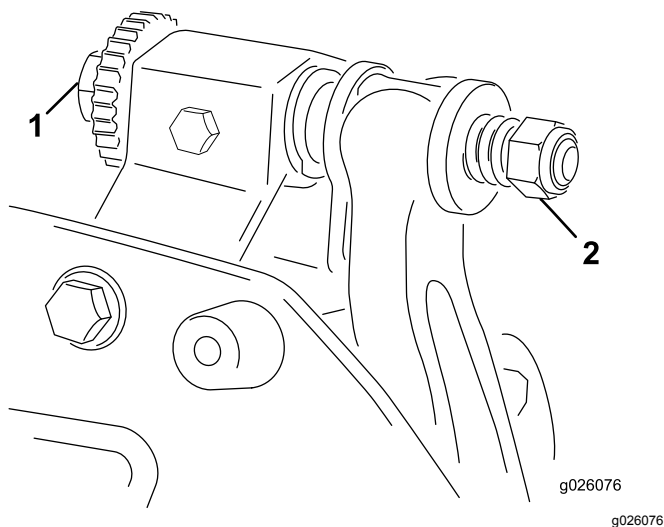

图11
- A. 顺时针旋转底刀架调节螺丝 图11 一次调整一格直到感觉并听到轻微的接触。
6. 向右转动底刀架调节螺栓图11通过左右滑动薄垫片直至感到薄垫片上存在轻微的压力。取出薄垫片。